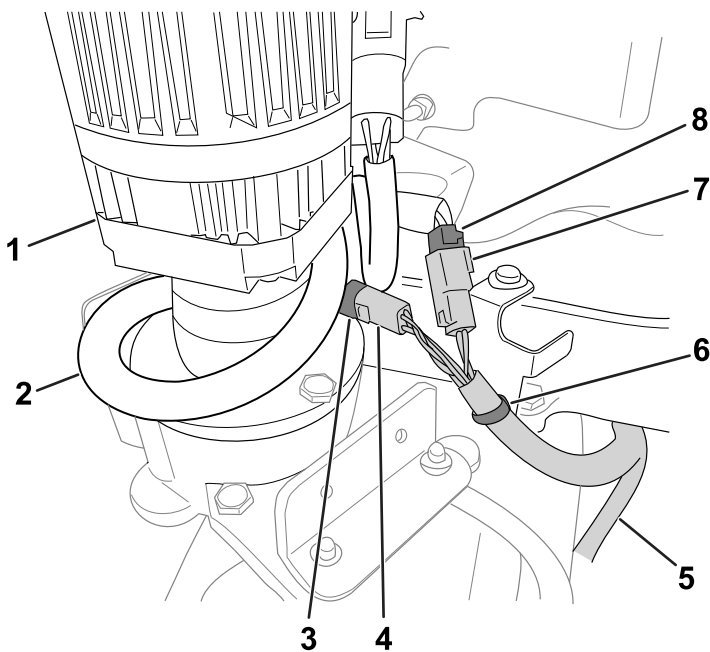

Figura 7
3. Enrute los conectores restantes del arnés de cables de la caja de engranajes hacia el motor de dirección (Figura 7).
- Corte la brida que fija el arnés de la máquina al soporte, dejando la grapa en su lugar (Figura 7). Deseche la brida.
- Conecte los conectores de la caja de engranajes a los conectores del arnés de cables de la máquina (Figura 7).
- Enrolle la holgura extra del arnés de cables de la máquina alrededor del motor de dirección, tal y como se muestra en la Figura 7.
- Con la brida suministrada en el kit, fije el arnés de la caja de engranajes a la grapa, tal y como se muestra en la Figura 7.